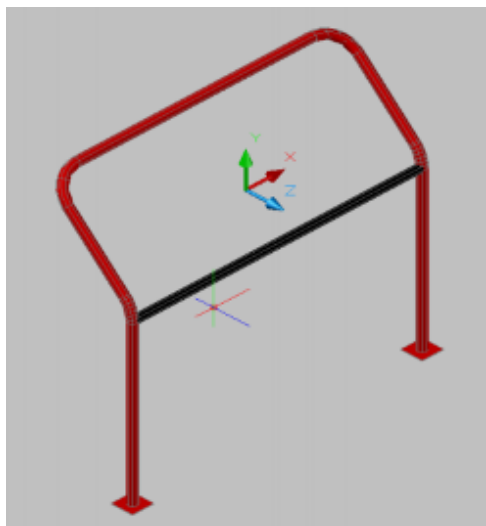

Figura 4
**Traversă frontală inferioară** (Figura 4 – bara de culoare neagră) = ranforsare dintr-o țevă de oțel dreaptă, fără îndoituri sau îmbinări, poziționată orizontal sub rama parbrizului (în cazul în care autovehiculul are ramă parbriz), fixată la ambele capete de arcul frontal de securitate sau de arcele laterale de securitate, după caz.